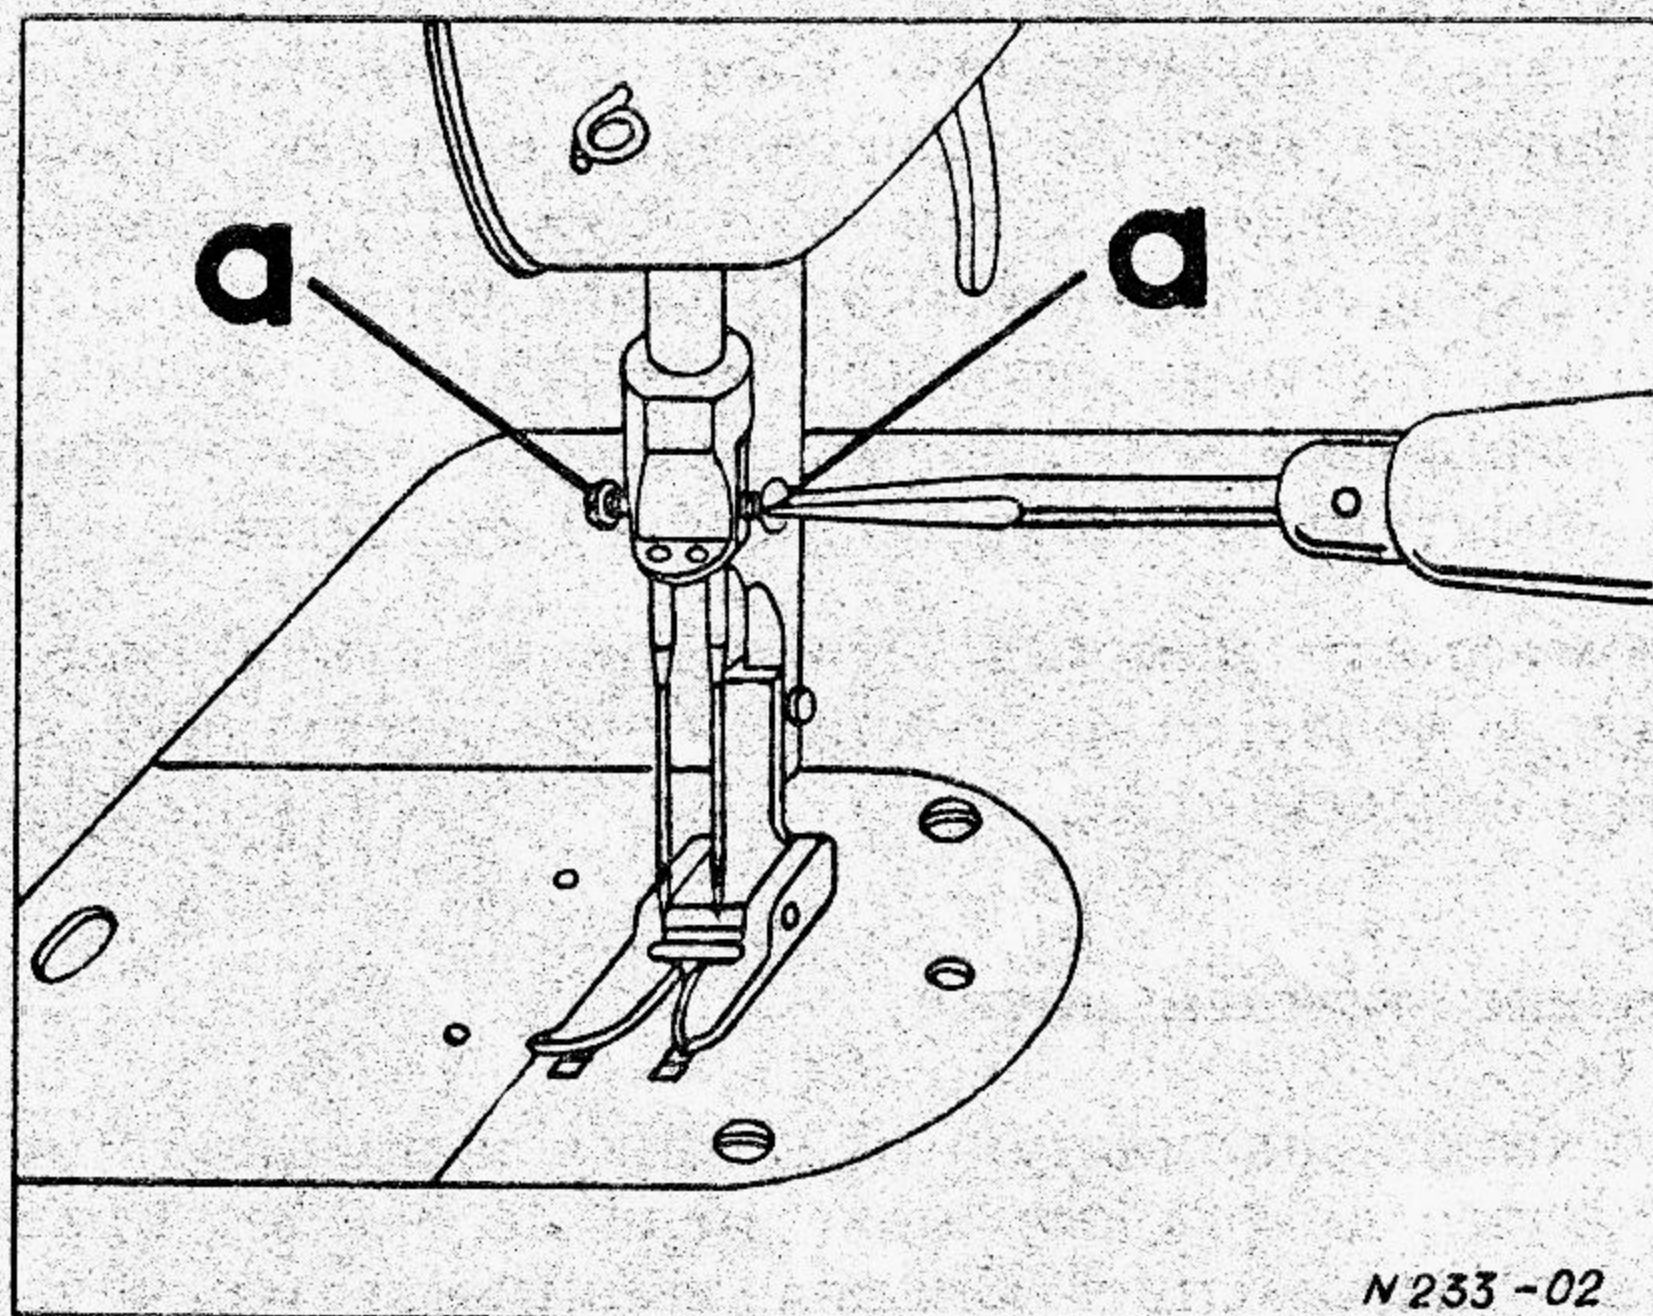

Рис. 2.
**Двухигольная машина.** Иглы вставляют в игловодитель постепенно левой рукой так, как было указано у одноигольной машины, после чего небольшой отверткой закрепляют при помощи винта А (рис. 2).